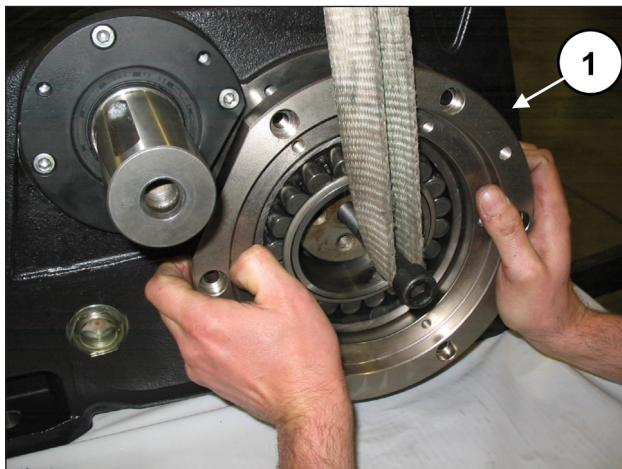
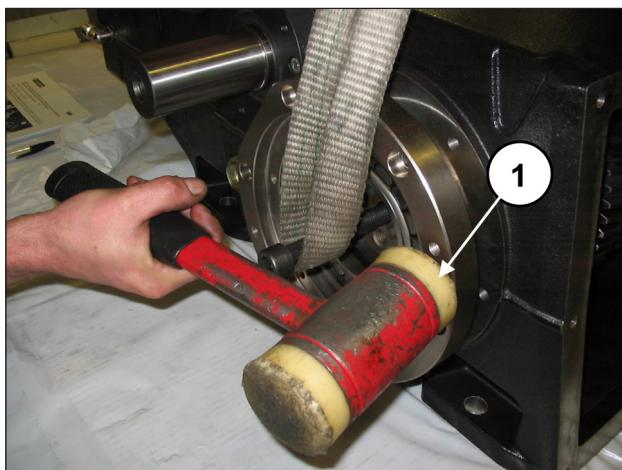

Fig. 72
Fig. 73
Fixer deux axes filetés M16 à l'extrémité du vilebrequin et, en le maintenant soulevé (rep. ①, Fig. 72), insérer le cache porte-roulement avec roulement et joint torique (rep. ①, Fig. 73) en utilisant une masse à inertie. Répéter l'opération de l'autre côté.